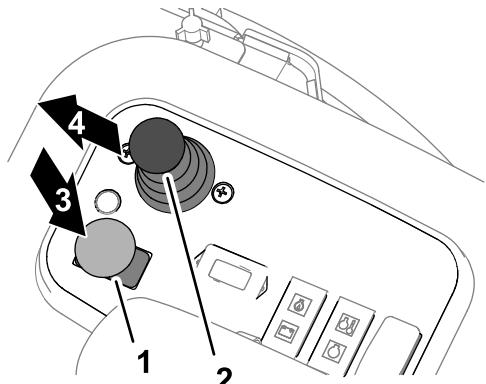

Figura 49
3. Ponga el interruptor de la transmisión de las unidades de corte en la posición de DESENGRANADO (Figura 49).
5. Mueva la palanca de control bajar/segar/elevar hacia adelante (Figura 49).